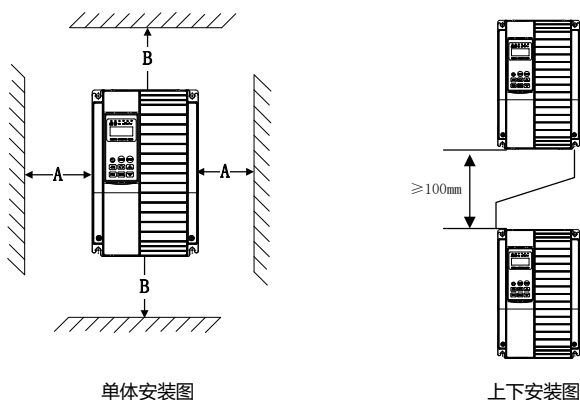

图 3-1 AD500 安装示意图
1) 请垂直安装变频器，便于热量向上散发。但不能倒置。若柜内有较多变频器时，最好是并排安装。在需要上下安装场合，请参考图 3-1 的示意，安装隔热导流板。
2) 安装空间遵照图 3-1 所示，保证变频器的散热空间。但布置时请考虑柜内其它器件的散热情况。